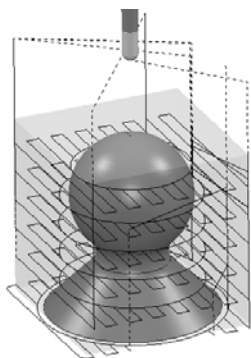

图 2-41 开始点在毛坯中心安全高度
2) 在 PowerMILL 综合工具栏中单击开始点和结束点按钮，打开“开始点和结束点”表格。默认情况下，系统使用毛坯中心安全高度点作为开始点，刀具路径开始点如图 2-41 所示。